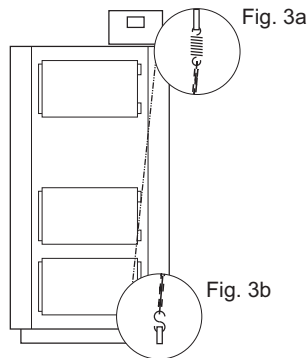
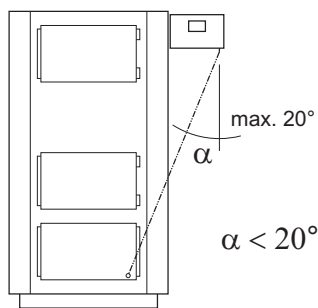

Fig. 3
Fig.4
2. Monter le régulateur avec le support sur la paroi supérieure ou latérale de la chaudière (Fig. 3 ou Fig. 4).
Lors de l'installation du régulateur sur le côté de la chaudière, s'assurer que la chaîne ne s'écarte pas de la verticale de plus de  $20^\circ$  (Fig. 4).